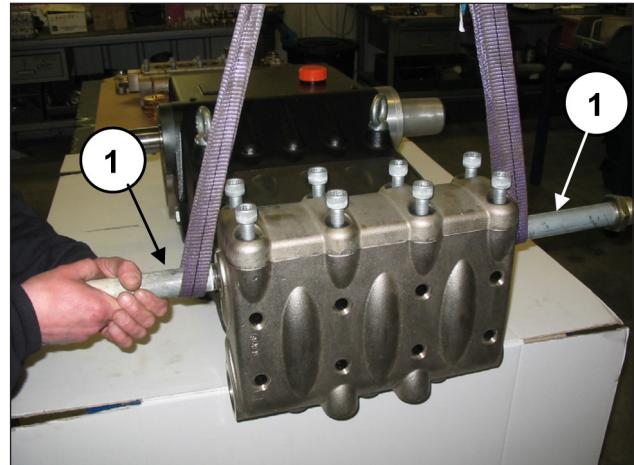
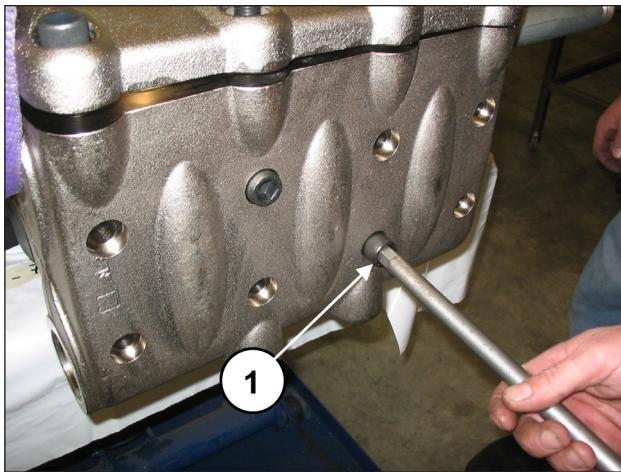

Abb. 104
Abb. 105
Montieren Sie zwei Halterungen mit Gewinde G2" an die Druckanschlüsse des Kopfs (Pos. ①, Abb. 104) und lösen Sie anschließend die 8 Schrauben M16x150 (Pos. ①, Abb. 105). Achten Sie beim Ausziehen des Kopfs darauf, nicht gegen die Kolben zu stoßen.